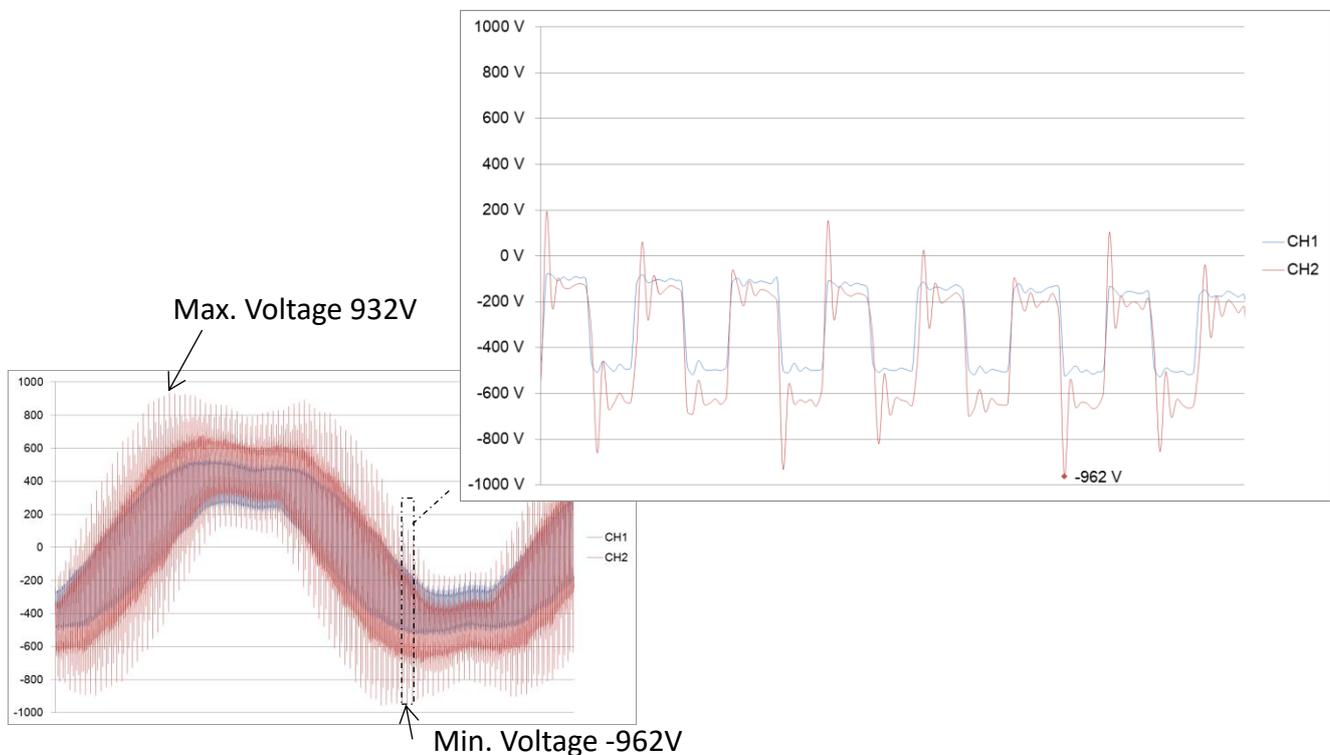

図 3.5.10 電圧波形のキャプチャ図
- (3) 安全上の理由から、プローブのラップジョイントは、絶縁紙、電気テープなどの絶縁材料で覆う必要があります。
- (4) 接続が完了したら、電源を入れてモーターを有効にします（回転する必要はありません）。
- (5) オシロスコープで電圧波形を観察します。電圧波形の例を次に示します（図 3.5.10 を参照）。
- (6) 出力電圧波形のスクリーンショット。ピーク電圧差を捕捉し、少なくとも5つの完全な波形を含める必要があります（図 3.5.10 を参照）。
- (7) 電圧波形データを CSV ファイルとして保存します。このファイルには、2つの測定ポイントの同期に基づく時間と電圧値のデータが含まれている必要があります。
- (8) ドライバーモーターの PWM 変調周波数が異なる場合は、ドライバーの PWM 変調周波数を変更する必要があります。使用される可能性のある変調周波数はすべて、個別に測定および記録する必要があります。
(9) 上記の手順を繰り返して、中性点对地間電圧を順次測定します。
※電圧波形をキャプチャする場合、電圧が周期的に変化する場合があることに注意してください(図 3.5.10 のように)。ピーク電圧を取得してください。